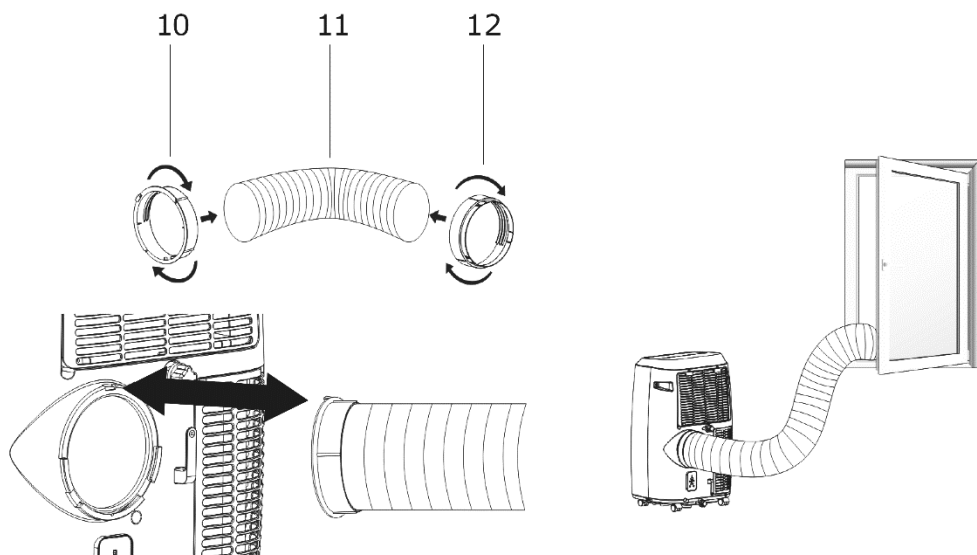

Abb. 5 Montage Abluftschlauch
- Montieren Sie zuerst den Geräteanschlussadapter sowie den Fensterblendenadapter an dem Abluftschlauch (Abb. 5).